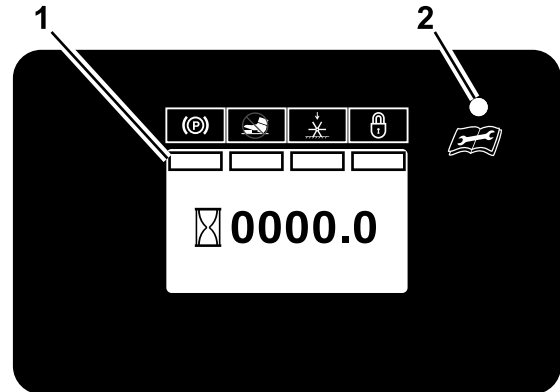
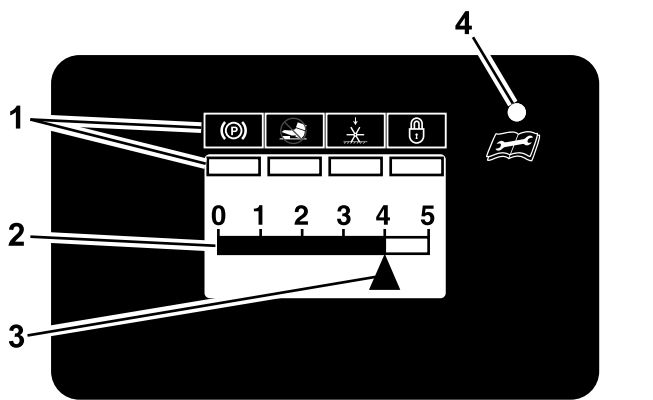

Bild 20
Bild 21
Nach der Anzeige der Startbildschirme erscheint der Standardbildschirm (Bild 20).
Ein höherer Wert in der Statusleiste (Bild 21) erhöht die Einstichtiefe der Belüftungszinken, eine niedrigere Zahl verringert sie.
Die LED ist mehrfarbig (Bild 20 und Bild 21), um den Systemstatus anzuzeigen:
- Um die Einstellung zu sperren, drehen Sie den Zündschlüssel fünf Mal von der AUS-Stellung in die EIN-Stellung. Die LED-Statusleuchte leuchtet in der Tines-Nutzungsanzeige (Referenz Bild 21).